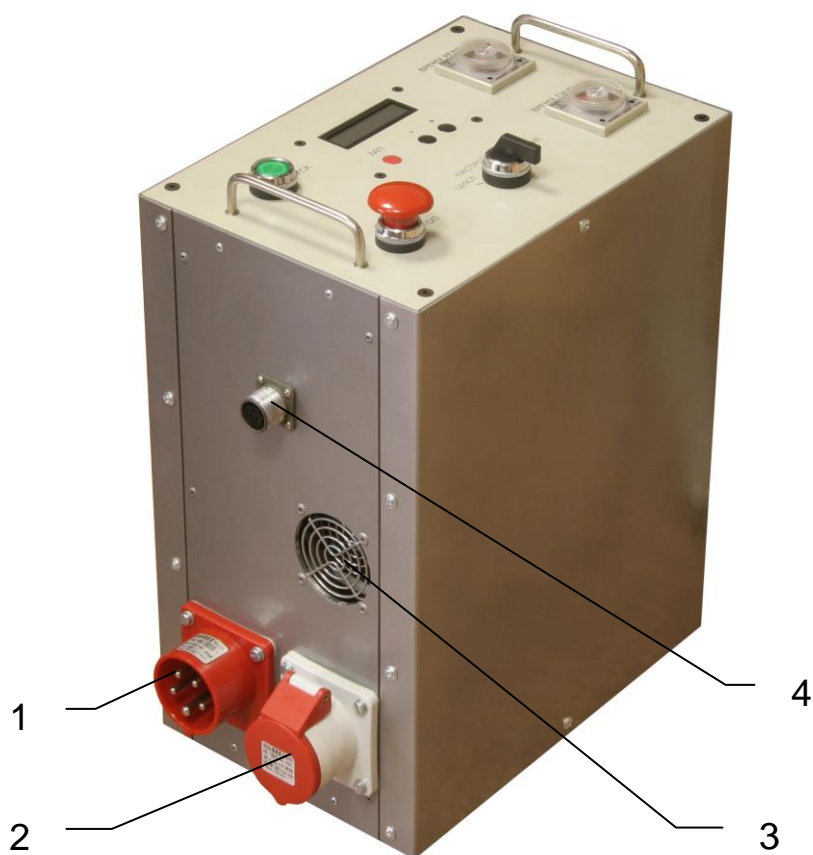
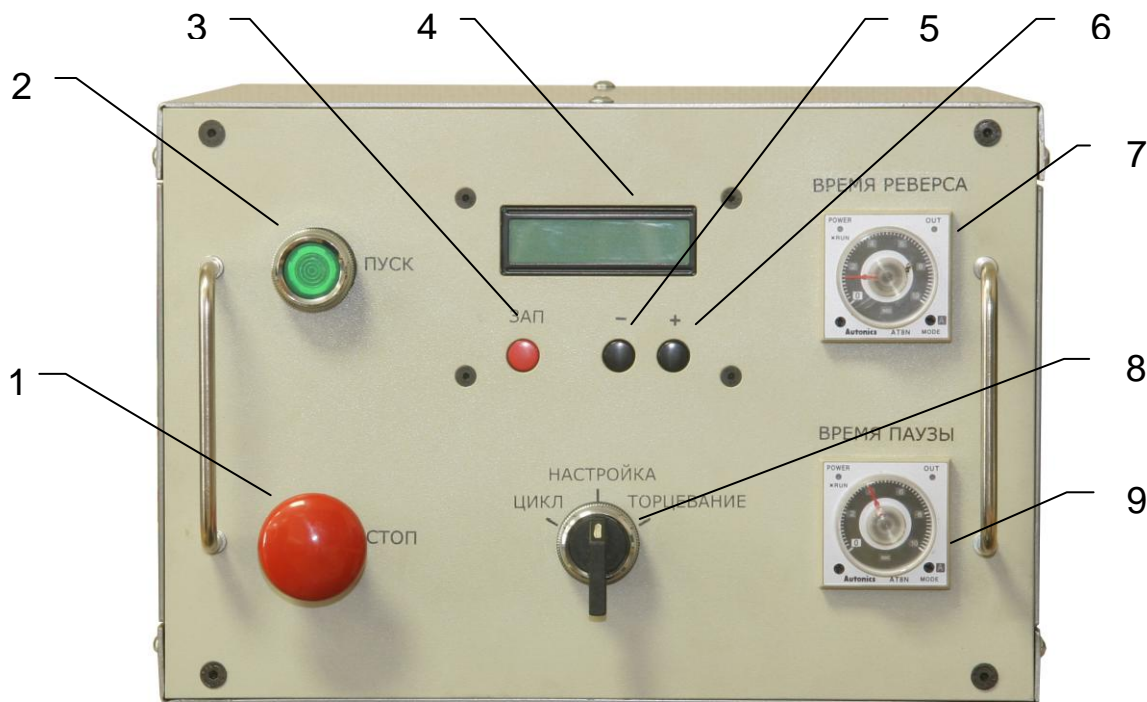

Рис. 2. Блок управления (боковая панель)
Рис. 3. Лицевая панель.
Вращение от электродвигателя через редуктор и телескопический вал передается вальцовке. Частота вращения вальцовки задаётся переключением рукояток 7 редуктора (рис. 3 Приложения). Контроль крутящего момента осуществляется блоком управления.
6.4. Подсоединить кабель электродвигателя мотор-редуктора к разъему 2 на боковой панели блока управления (рис. 2).
6.5. Подсоединить кабель напольных кнопок к разъему 4 на боковой панели блока управления (рис. 2).
6.6. Подсоединить сетевой кабель к разъему 1 на боковой панели блока управления (рис. 2). Включить питание кнопкой «ПУСК» на лицевой панели блока управления (рис. 3) и подождать 30 секунд.
6.7. Селектор режимов работы 8 (рис.3) на лицевой панели блока управления перевести в режим «ТОРЦЕВАНИЕ» и, удерживая вал телескопический за рукоятку 6 (рис.11. Приложения), включить электродвигатель мотор-редуктора напольной кнопкой «ВПЕРЕД» (рис. 4). Дать прогреться машине в течении одной минуты.
6.9. Установить необходимую частоту вращения мотор-редуктора, для чего, проворачивая вал, перевести рукоятки 7 (рис.3. Приложения) в нужное положение, соответствующее цифровому значению.